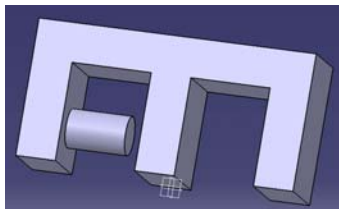
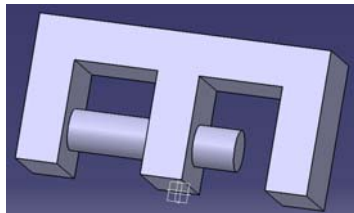

图 3-5
图 3-6
(3) 点击上图中左内侧, 点击 键, 进入 Sketcher 界面, 画一个圆后点击 键, 输入长度为 40mm, 点击 OK 键 (见图 3-5)。双击圆柱后, 输入长度为 80mm, 点击 OK 键 (见图 3-6)。